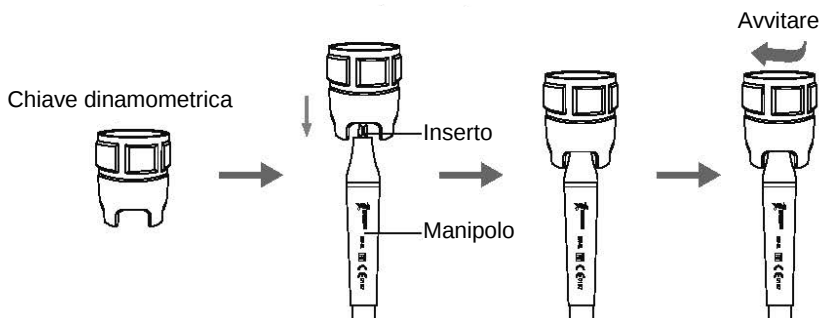

Figura 4
1. Utilizzare la chiave come indicato in figura 4.
- c) Selezionare il puntale da ablazione più adeguato al trattamento, ed avvitarlo saldamente sul manipolo mediante la ghiera dinamometrica (come mostrato in figura 4).